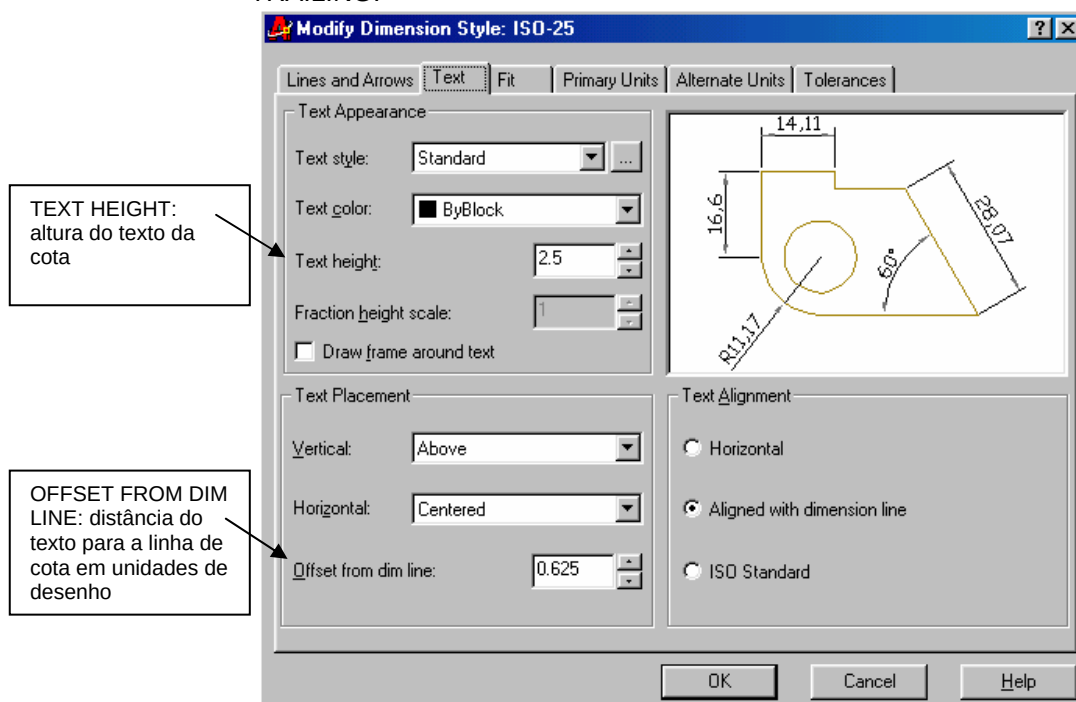

Figura 6.8 – Janela Modify Dimension Style: ISO – 25 (pasta TEXT)
4. Com o auxílio do mouse vá para a pasta TEXT da janela MODIFY DIMENSION STYLE (figura 6.8).